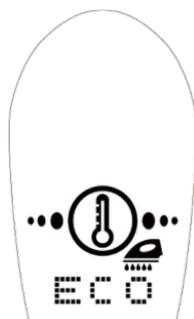

FIGURA 17
1. Si se enciende el indicador luminoso de limpieza automática y se emite un pitido, significa que el aparato deberá someterse a una limpieza automática (Figura 17).